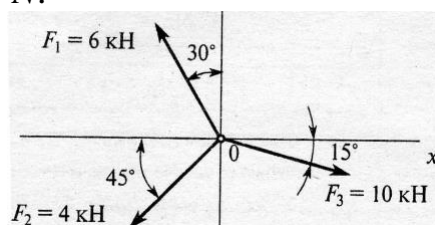

Рисунок 1.4 - Система сил
**Пример 1.** К вертикальной гладкой стене на веревке, составляющей со стеной угол  $\alpha$ , подвешен однородный шар (рис.1.4). Определить натяжение веревки  $F$  и силу давления шара  $P$  на стену, если сила тяжести шара  $G$ .